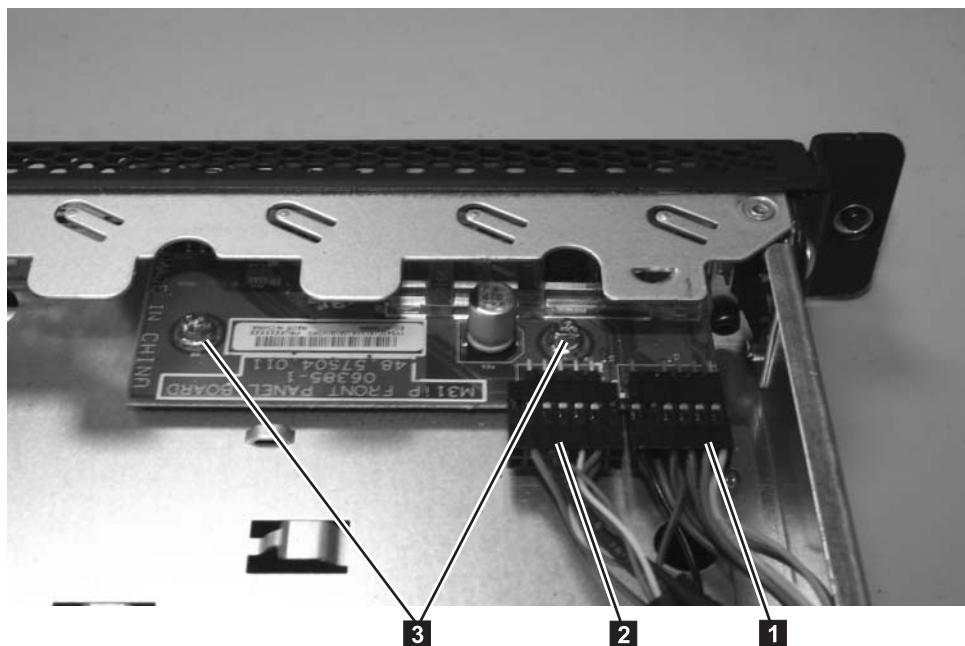

図 233. SAN ポリューム・コントローラー 2145-8A4 オペレーター情報パネル
6. ライト・パネル・ケーブル **1** および USB ケーブル **2** を、オペレーター情報パネル・ボードから切り離します (図 233 を参照)。